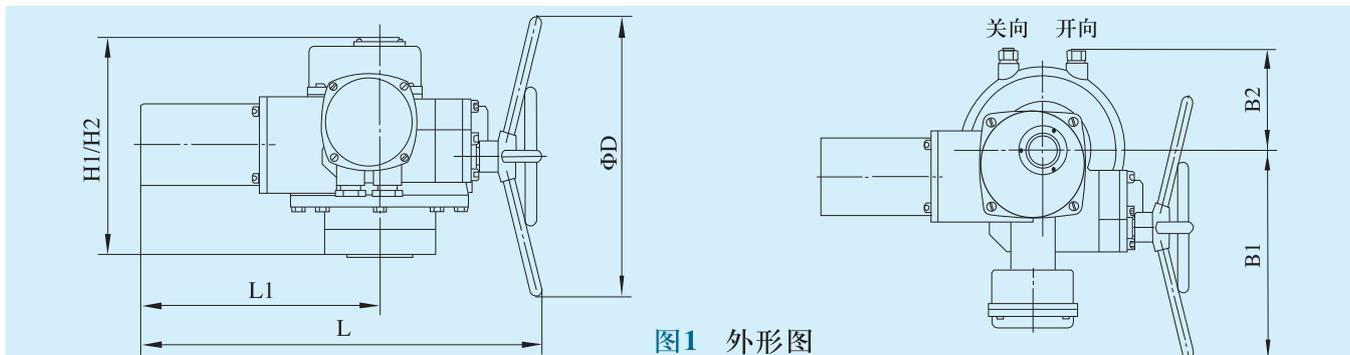

图1 外形图
4.1.1外形尺寸见图1和表3
5.7机械限位：参见图1，当行程控制机构不起作用时，用于保护阀门不至超行程而引发事故。